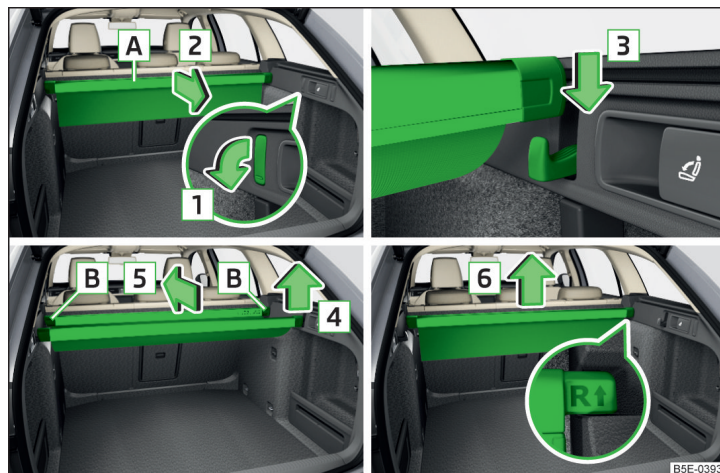

Fig. 110 Retirar/colocar/introducir/extraer bolsa multifunción
- Pliegue hacia abajo los ganchos delanteros en ambos laterales del maletero en sentido de la flecha **1** » fig. 110.
- Desmonte la regleta posterior de los ganchos en el sentido de la flecha **4** » fig. 110.
- ▶ Sacar la bolsa multifunción de los alojamientos en el sentido de la flecha **[6]** » fig. 110.